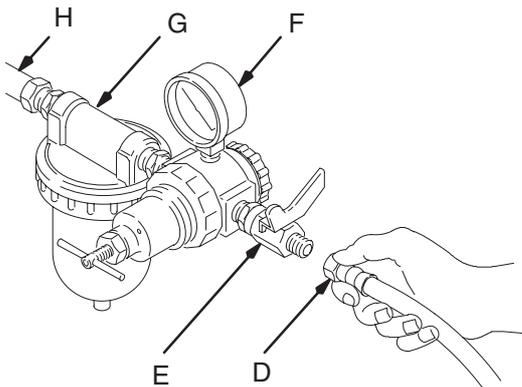

Fig. 2 01990
- Debe instalar un regulador de presión de aire (F) en la tubería de aire de la pistola para controlar la presión de aire que llega a la misma. Vea la Fig. 2.
- Si el suministro de aire regulado no tiene un filtro, instale un filtro de aire (G) en la tubería de aire para garantizar un suministro de aire limpio y seco a la pistola. La suciedad y la humedad pueden arruinar la apariencia del acabado final de la pieza trabajada. Vea la Fig. 2.
- A. Conecte la manguera de aire (D) a la entrada de aire de 1/4 npsm (C) de la pistola.
- B. Conecte el otro extremo de la manguera de aire (D) a una tubería de suministro de aire regulado (H).
**NOTA:** La Fig. 2 muestra el regulador de aire (F) del filtro (G), y la válvula de cierre de aire (E) en la línea de suministro de aire.